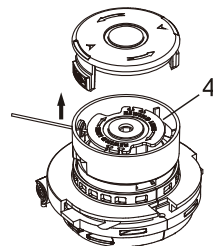

Fig. 16
3. Tirez la bobine vide (4) vers le haut pour la retirer du boîtier de la bobine avec le fil pour coupe-herbe restant (Fig. 16).